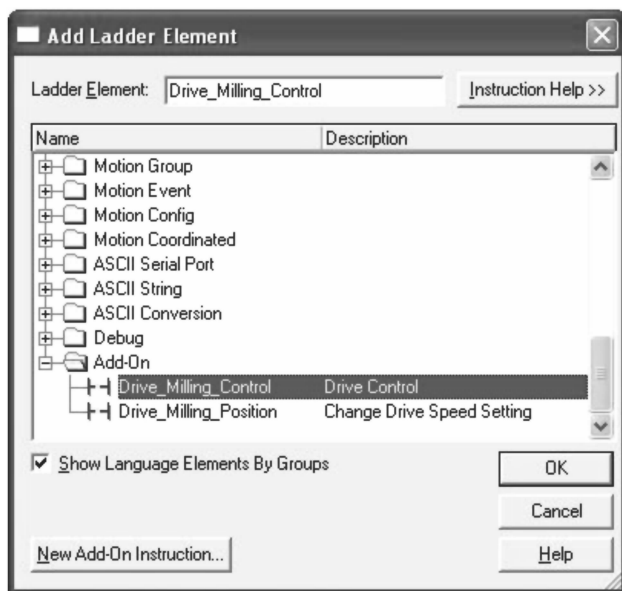

图 20-8 添加梯级对话框
2. 通过点击位于指令工具栏中的  按钮，插入一个新梯级。在编辑器中的任意位置按下 Alt + Insert 键或右键单击编辑器中的逻辑。找到要添加到例程中的用户自定义指令，如图 20-8 所示。